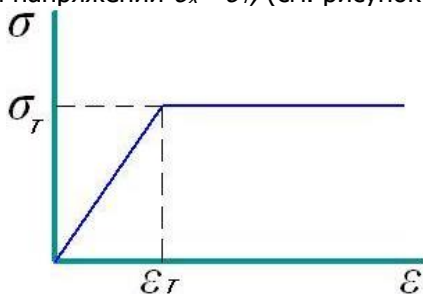

Рисунок 4 – Модель идеальной упругопластической неупрочняющей среды
- Идеальная упругопластическая неупрочняющаяся среда – характеризуется тем, что в начале процесса деформации материал ведет себя, как идеально упругий, а с определенного момента начинает деформироваться необратимо при неизменном значении напряжений $\sigma_x = \sigma_T$, (см. рисунок 4).